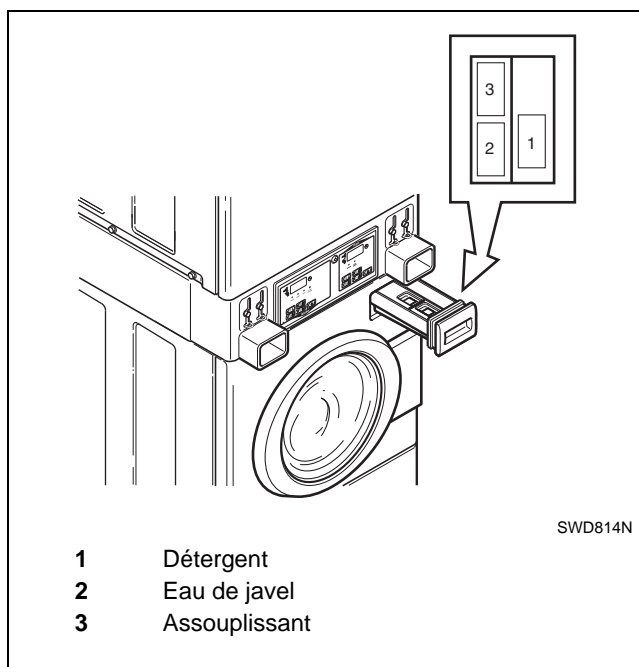

Figure 23
Ouvrir le tiroir du distributeur. Mesurer et mettre le détergent haute efficacité (HE) conçu pour produire une faible quantité de mousse (1), l'eau de javel (2) et l'adoucissant (3) dans le tiroir du distributeur (se reporter à la *Figure 23*). Fermer le tiroir du distributeur.